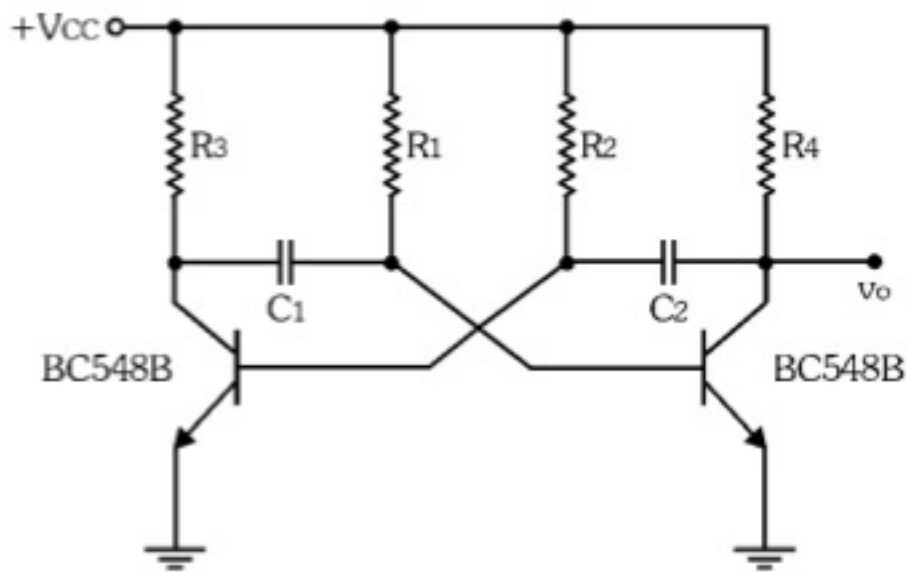

Figura 9.14 - Multivibrador astável.
- 9.1) Determine os valores comerciais dos resistores e capacitores do multivibrador astável de 2kHz, com forma de onda simétrica na saída, dado na Figura 9.14.